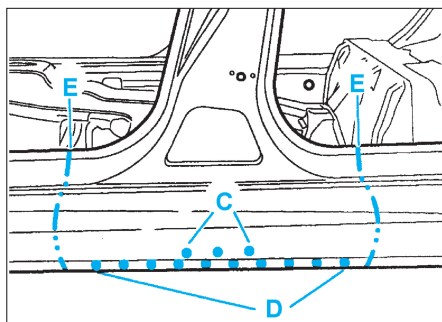

FIG. 83
- points électriques suivant (D) (avec l'équipement AB1) (Fig.83),